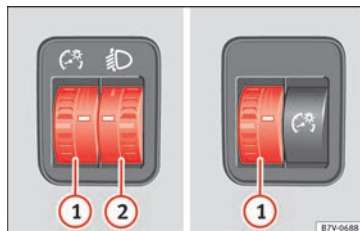

Fig. 141 Côté volant : régulateur d'éclairage des cadrans et des commandes ① et du site des projecteurs ②
① Éclairage des cadrans et des commandes
Lorsque l'éclairage est allumé, l'éclairage des instruments et des commandes peut être réglé en continu en tournant la molette » **fig. 141 ①**.
② Réglage du site des projecteurs
Le réglage de la portée des phares » **fig. 141 ②** s'adapte en fonction de la valeur du faisceau lumineux du phare à l'état de charge du véhicule. Le conducteur peut ainsi avoir la meilleure visibilité possible et n'éblouit pas ceux qui circulent en sens contraire » **△**.
Pour régler, tournez la commande » **fig. 141 ②** :